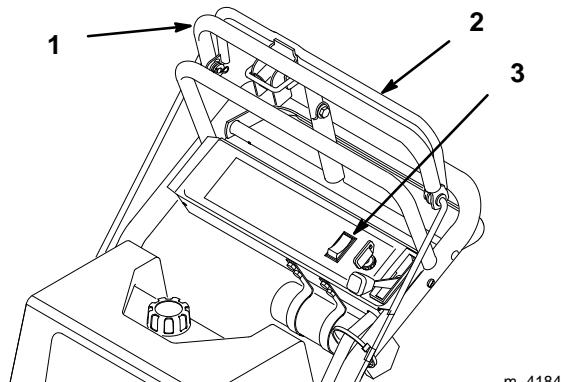

Abbildung 13
1. Am oberen Fahrantriebshebel ziehen, um die Maschine anzuhalten (Abb. 13).
3. Den Wippschalter nach vorne auf ON (AN) stellen und loslassen. Während des Betriebs den Mähwerkbetätigungshebel gegen den oberen Fahrantriebshebel gedrückt halten.
1. Den Mähwerkbetätigungshebel loslassen, um das Mähwerk auszukuppeln (PTO) (Abb. 13).
2. Oder den Mähwerkbetätigungshebel (PTO) auf OFF (AUS) stellen (Abb. 13).